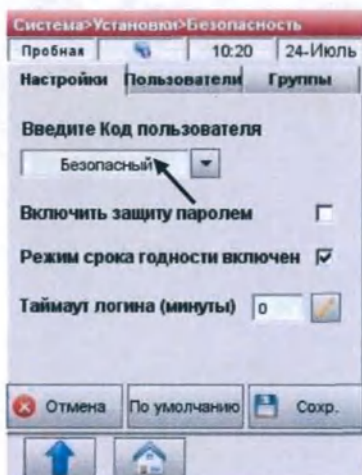

Рис.3-53 Настройки безопасности
1. Чтобы отключить все параметры безопасности, выберите **<Небезопасный>** в раскрывающемся списке **<Введите Код пользователя>** (рис.3-53). Когда вся защита отключена, единственное меню требующее ввода идентификатора пользователя и пароля меню Fset (Заводские настройки), Время / Дата и Настройка безопасности. В меню «Время / Дата» и «Настройка безопасности» используются значения по умолчанию ADMIN / ADMIN. FSet требует другой ИД оператора и пароль.